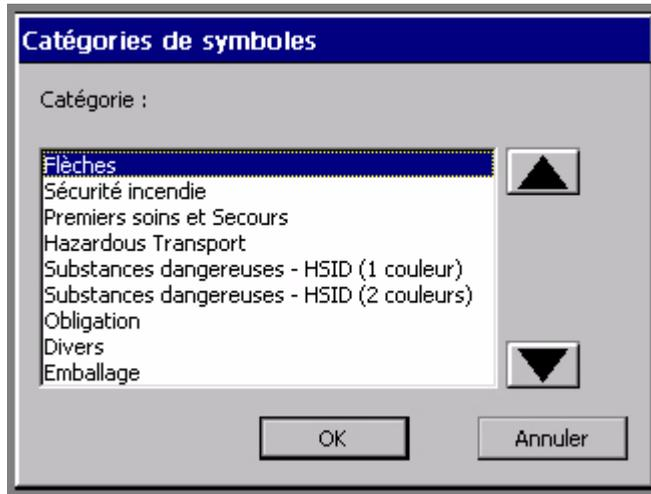

Figure 7-14. Ecran Catégories de symboles
1. Sélectionnez l'option **Changer de catégorie** dans l'écran **Symboles**. Vous revenez alors à l'écran **Catégories de symboles** (Figure 7-14 à la page 7-25), où sont répertoriées toutes les catégories disponibles dans le système.